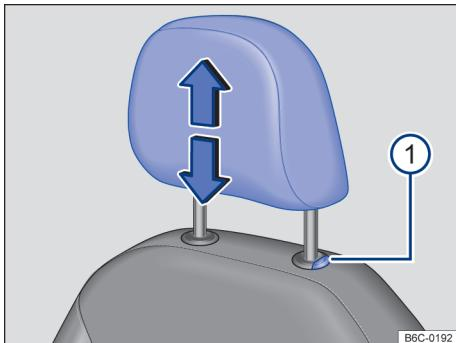

Fig. 69 Apoio para cabeça dianteiro: ajustar.
- Deslocar o apoio para cabeça para cima ou para baixo na direção da seta com o botão Fig. 69 ① pressionado em *Introdução ao tema* na página 84.